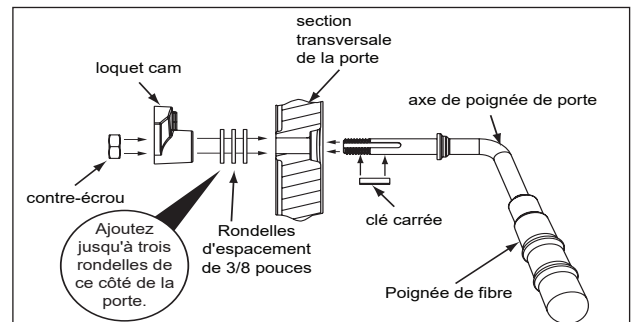

Figure 23.2
2. Placez une deuxième ou plusieurs rondelles comme il est indiqué à la **Figure 23.2**.
6. Installez la poignée en fibre (**Figure 23.2**).